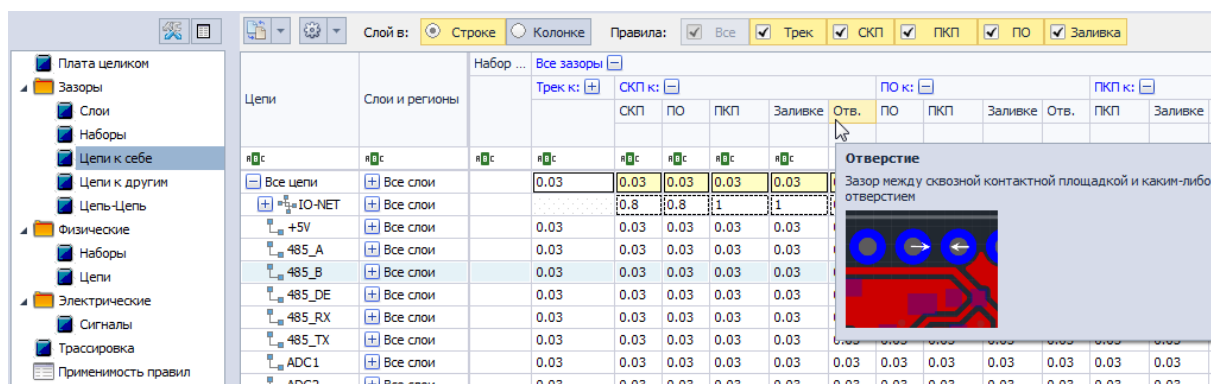

Рис. 15 Зазор между сквозной контактной площадкой и отверстием
- Зазор между СКП и отверстием обозначается как «СКП к Отв.», см. Рис. 15. Зазор определяет область вокруг сквозной контактной площадки, в которой не может присутствовать какой-либо элемент любого отверстия.